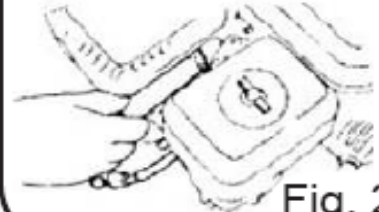

Fig. 23
c) Mida el espacio libre de la bujía con un medidor de espesor. El espacio debe ser de 0,7~0,8 mm (Fig.23). Si fuera necesario realizar una regulación, doble con cuidado el electrodo lateral.